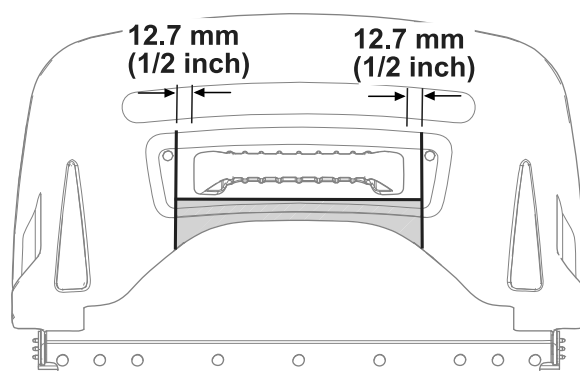

Figure 17
1. En vous servant de la poignée du bac comme gabarit, tracez un trait parallèle juste à côté de la face avant de la poignée (Figure 17).
2. Mesurez 12,7 mm à partir de chaque côté de la poignée et tracez 2 traits perpendiculairement au trait que vous avez tracé à l'opération 1 (Figure 17).
4. Suivez les repères tracés pour découper la zone grisée comme indiqué à la Figure 17.